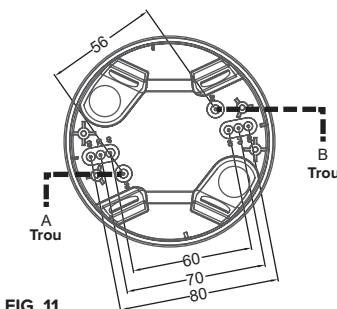

FIG. 11
- Déterminez la distance adéquate des vis de montage dans le boîtier en saillie pour le montage sur une boîte de jonction. À cet effet, 4 paires d'évidements ont été prévues dans le boîtier, dont la distance varie de 56 à 80 mm, afin que le boîtier puisse toujours être monté correctement sur les différentes boîtes d'encastrement. Pour ce faire, sélectionnez un trou avec la même distance des deux côtés (voir aussi FIG. 11)